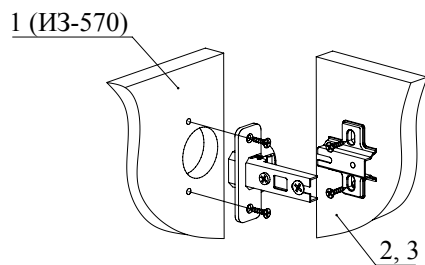

Рис.3
2. При помощи шурупов 3,5х16 закрепите петли на дверь (дет. 1 от ИЗ-570), а при помощи евровинтов — ответные планки петель на детали 2 и 3 (Рис. 3).